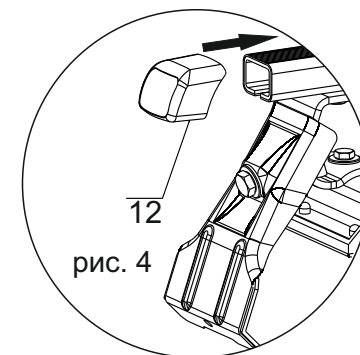

рис. 4
**ф.** вставьте заглушку[12] в поперечину, как показано на рис.4